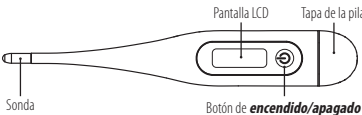

Figura 1: Componentes del termómetro digital
- Pulse el botón de *encendido/apagado* situado junto a la pantalla LCD de la Figura 1. Sonará un tono mientras la pantalla muestra **1888.8**, seguido de la última temperatura registrada. Tras mostrar la temperatura de autocombprobación, el termómetro se encuentra en modo de prueba.